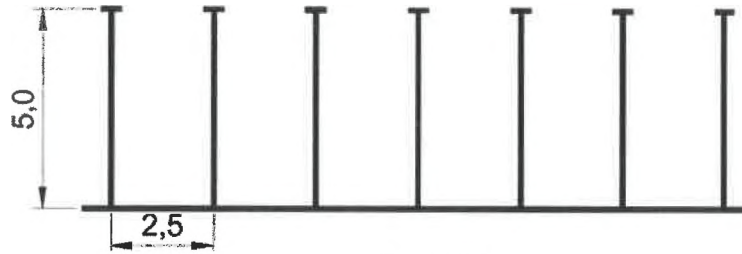

Figura 25
- transversală, pe stânga sau pe dreapta benzii de circulație, conform exemplului din figura 25;